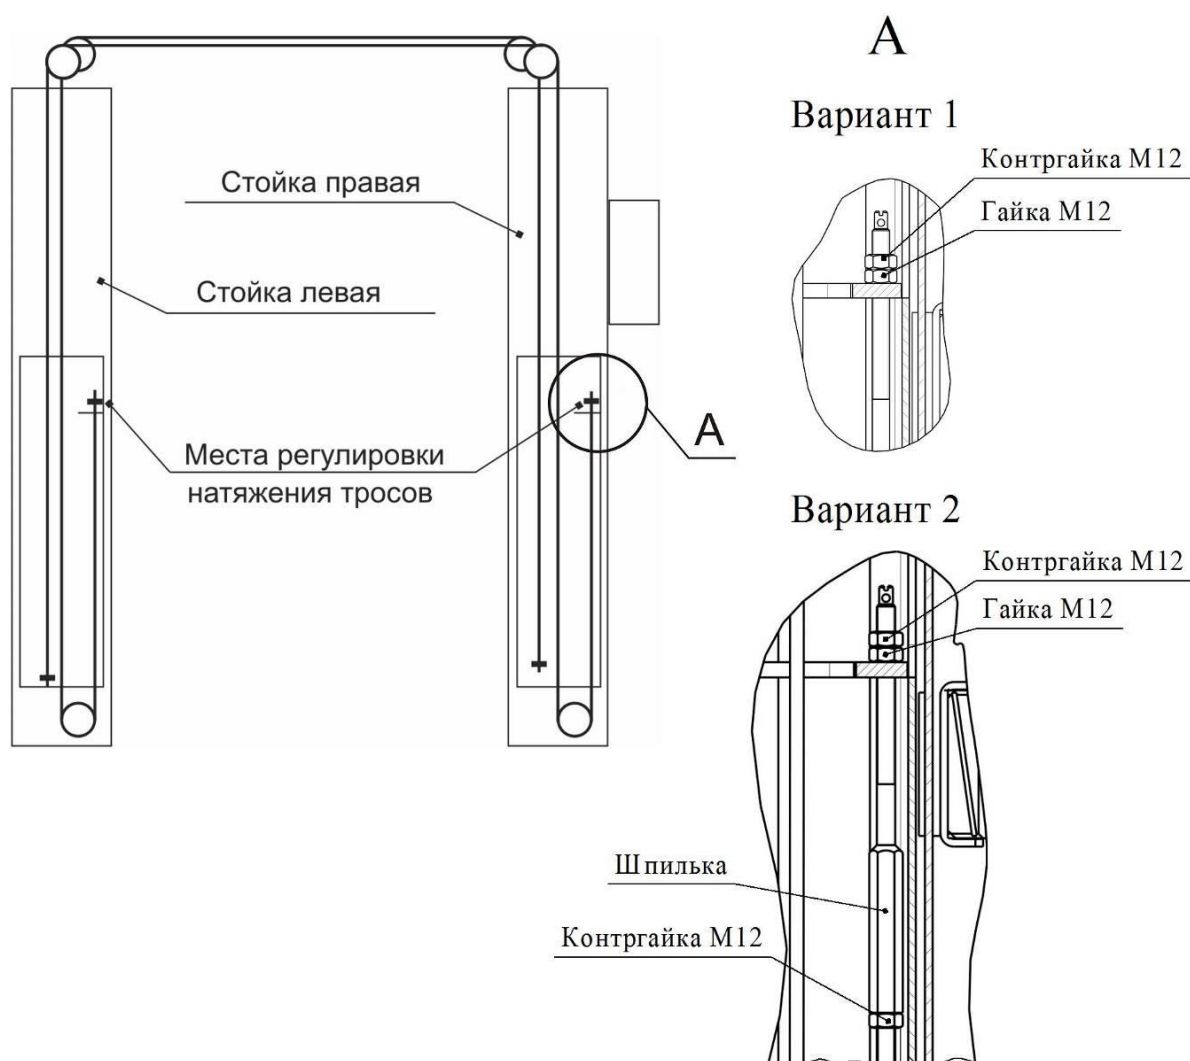

Рисунок 6.6 - Схема запасовки синхронизирующих тросов
6.7 Поднять погрузчиком или другими подъемными средствами каретки 63 и установить на защелки 44 (на высоте около 400 мм от пола). Установить тросы системы синхронизации кареток (рисунок 6.6).
При высоте подъемника 4197(4712)¹ мм тросы закрепляются по варианту 1 рисунка 6.6. При высоте подъемника 4447(4962)¹ мм тросы удлиняются с помощью шпилек, по варианту 2, рисунка 6.6. Шпильки законтрить гайками М12. Для облегчения монтажа тросов в каретках использовать тонкую проволоку, продетую через отверстие в наконечнике троса, убедиться, что тросы расположены на блоках. Регулировка тросов синхронизации: одновременное опускание кареток на стопора-защелки. Регулировать путем закручивания гаек М12 (Рисунок 6.6). После регулировки гайки законтрить второй гайкой. Ход кареток плавный без рывков.